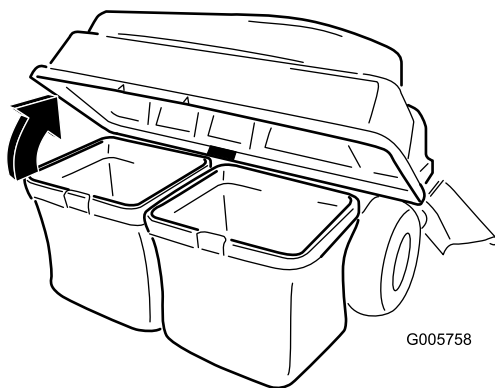

Figura 25
3. Abra (levante) la tapa del ensacador (Figura 25).